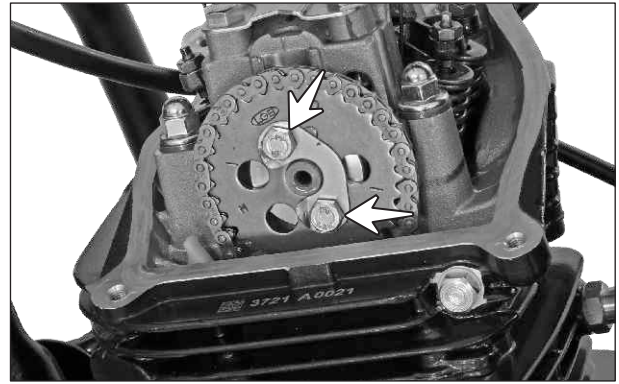

Fig. 3.38
- Retire los 2 tornillos hexagonales (M6x10) del piñón de distribución. (Fig. 3.38)